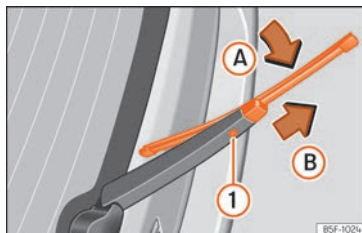

Abb. 40 Heckwischerblatt abnehmen und einsetzen.
- Wischerblatt leicht drehen »» **Abb. 40** (Pfeil **A**).